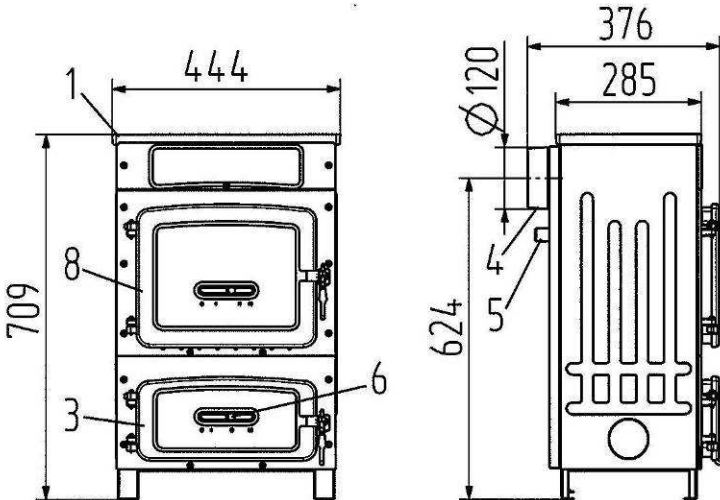

Bild 2
- Bild 2: WO 109-6/A (TYP 109 61)